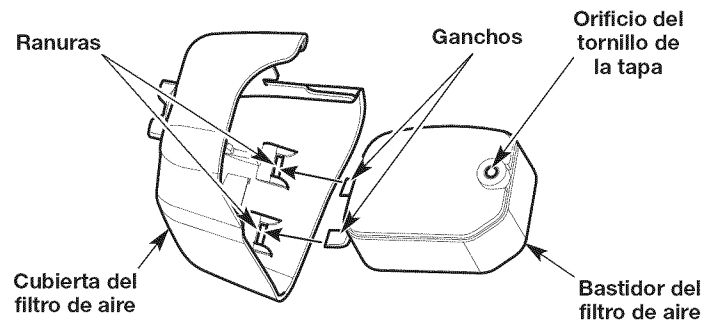

Fig. 23
6. Vuelva a instalar el filtro de aire en su alojamiento (Fig. 23).
7. Inserte los ganchos de la caja del filtro de aire en las ranuras de la tapa del filtro (Fig. 23).
8. Gire la tapa del filtro de aire a la derecha y alinee el tornillo de la tapa con el orificio correspondiente (Fig. 23). Apriete el tornillo para asegurar la tapa del filtro de aire.